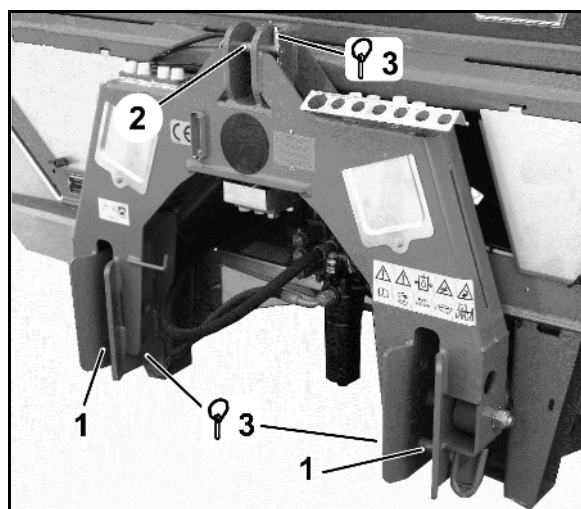

Рис. 35
6. Неподвижное заднее колесо с тормозом (Рис. 35)
- o установите и застопорите пружинным фиксатором (Рис. 35/1),
При монтаже неподвижного колеса обратите внимание на то, чтобы палец (Рис. 35/2) вошел в отверстие рамы и, тем самым, удерживал колесо в продольном направлении.